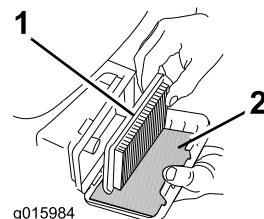

Figura 23
3. Estraete il filtro aria di carta e il prefiltro in schiuma sintetica (Figura 23).